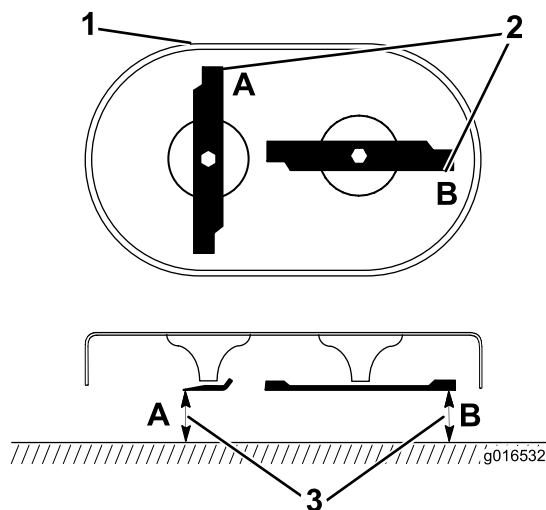

Figure 42
1. Faites pivoter les lames pour les positionner comme montré à la Figure 42.
2. Mesurez la distance entre une surface plane et le tranchant des lames aux points A et B, (Figure 42), et notez ces deux dimensions.